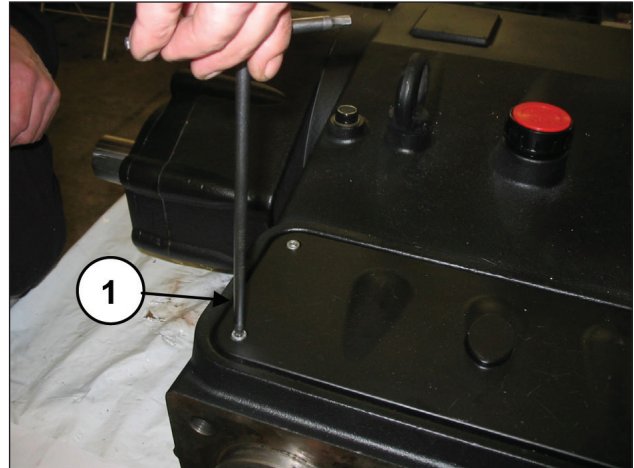

Abb. 157
Demontieren Sie den oberen Inspektionsdeckel durch Abdrehen der 4 Befestigungsschrauben (Pos. ①, Abb. 157).